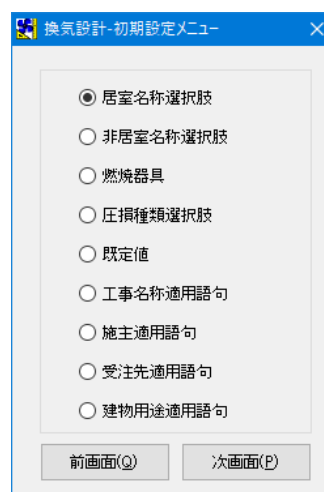

図2
2. 『換気設計-初期設定メニュー』画面(図 2)が表示されます。